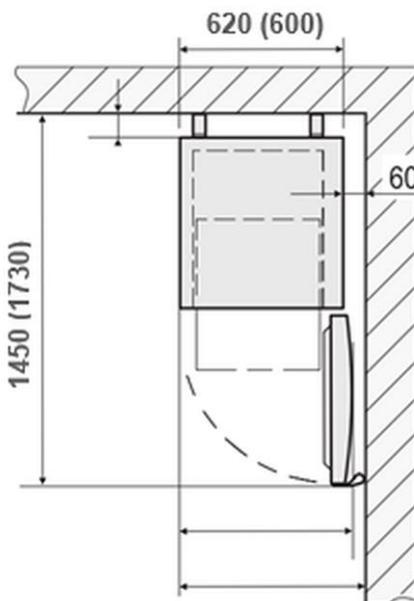

Fig. 7
- Si el aparato se va a instalar en una esquina, mantenga una distancia lateral de al menos 60 mm (fig. 7).